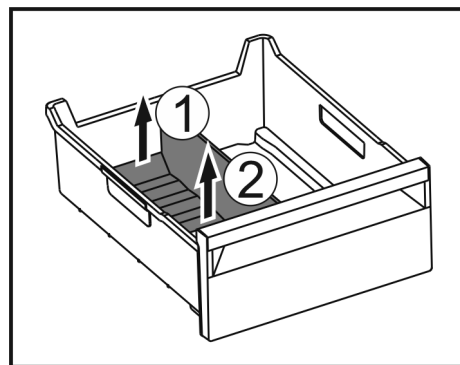

Fig. 175
- ▶ Підняти задню частину перегородки відділення для льоду. Fig. 175 (1)
- ▶ Вилучити перегородку рухом вгору. Fig. 175 (2)